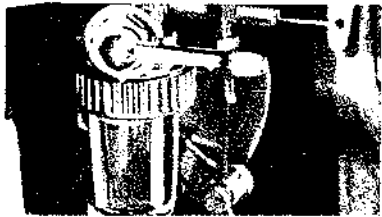

Fig. 21
- e) Fermer l'arrivée d'essence. (Fig. 21)